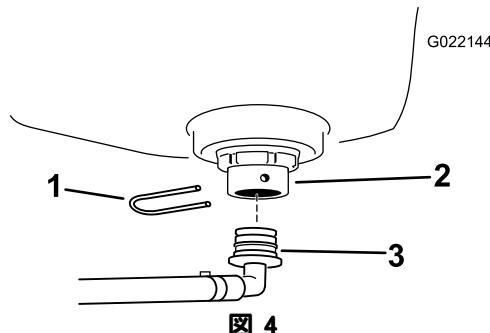

図 4
1. すすぎタンクにバルクヘッド・フィッティングを取り付ける(図 4)。